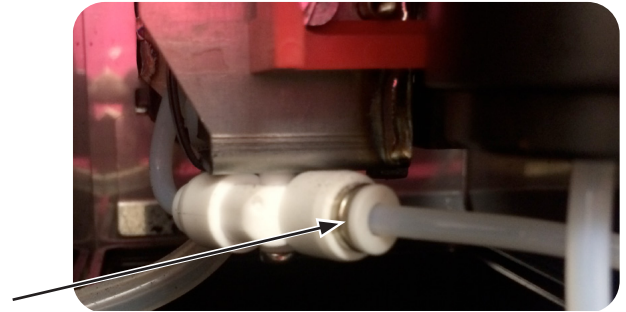

Figure 5
7. Montez le tube de tête de groupe dans le raccord rapide en bas du drive espresso en vous assurant que le tube est complètement introduit comme cela est indiqué sur la Figure 5.